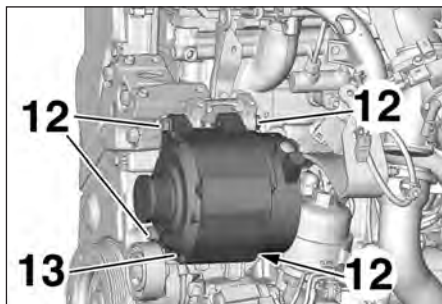

FIG.6
- les vis (12) (Fig.6),
- l'alternateur (13).